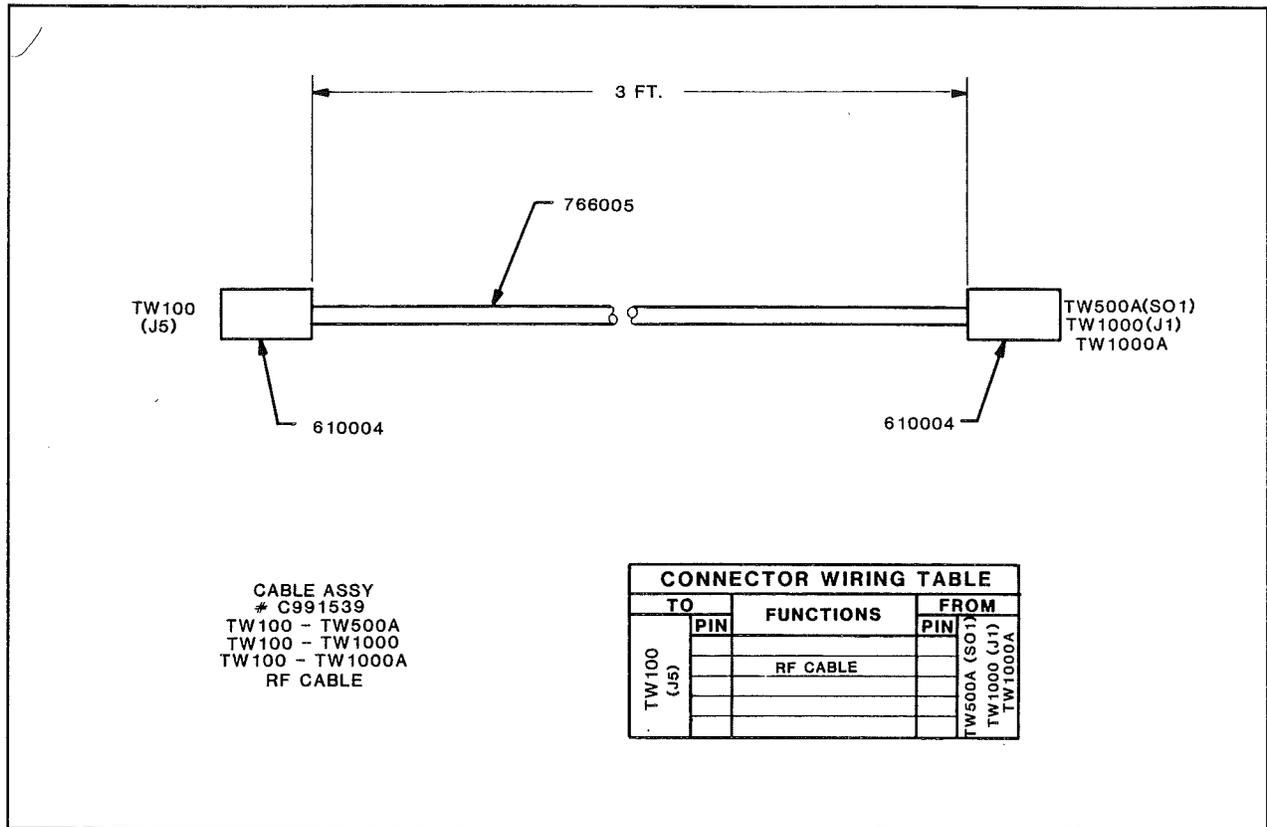

FIGURE 3-9. RF Cable (C991539).
2. C991539 -- See Figure 3-9.
1. C991539 -- See Figure 3-9.